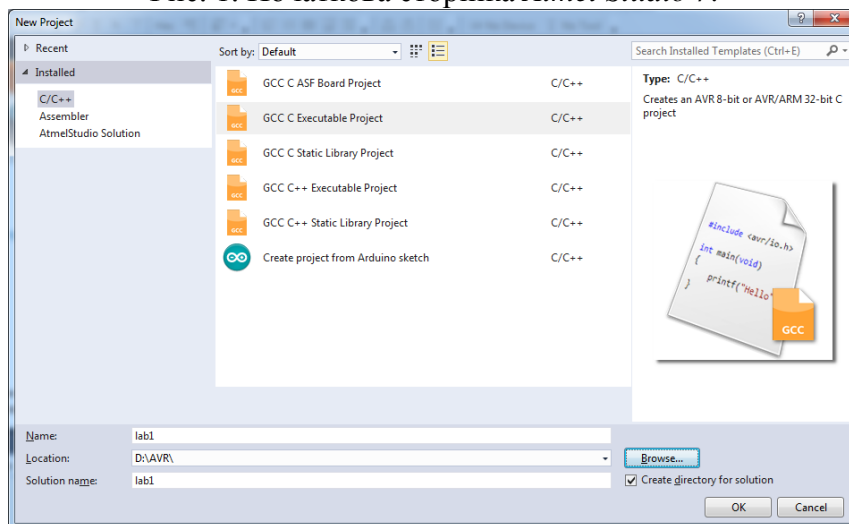

Рис. 2. Діалогове вікно вибору типу проекту, його імені та розташування.
- У діалоговому вікні яке з'явиться (рис. 2.) вибираємо “***GCC C Executable Project***” та вказуємо ім'я, та розташування проекту, відмічаємо “*Create the directory for solution*” буде створена окрема папка для проекту.